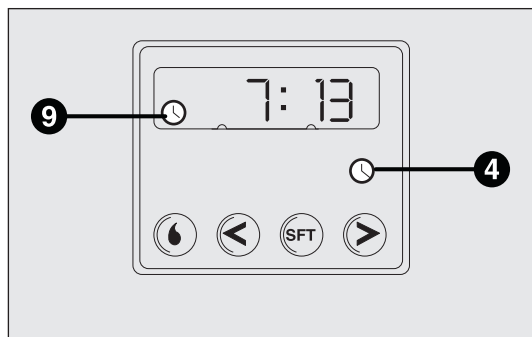

fig. 58
- ☐ Appuyer sur le bouton 4 : l'écran et le témoin 9-fig. 58 s'allument ;
Lecture de l'heure actuelle fig. 58